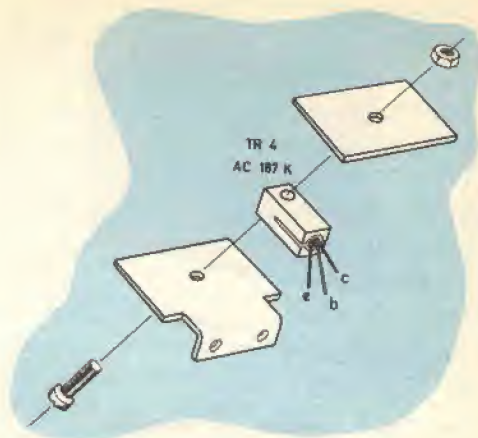

Fig. 5 - Montaggio del transistor TR4 nel dissipatore.
- Inserire il transistor AC187K (oppure AC181K) nel relativo dissipatore, attenendosi a quanto illustrato nella fig. 5.